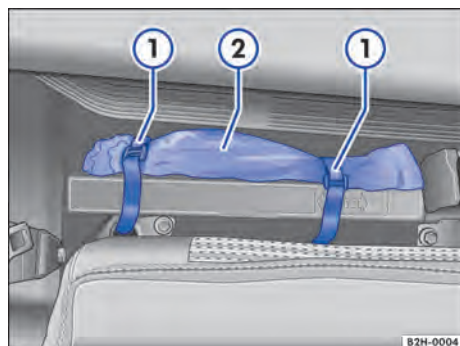

Fig. 153 Atrás do encosto do banco traseiro: bolsa com ferramentas de bordo.
2. Soltar fechos de velcro → Fig. 153 ① e retirar a bolsa ②.